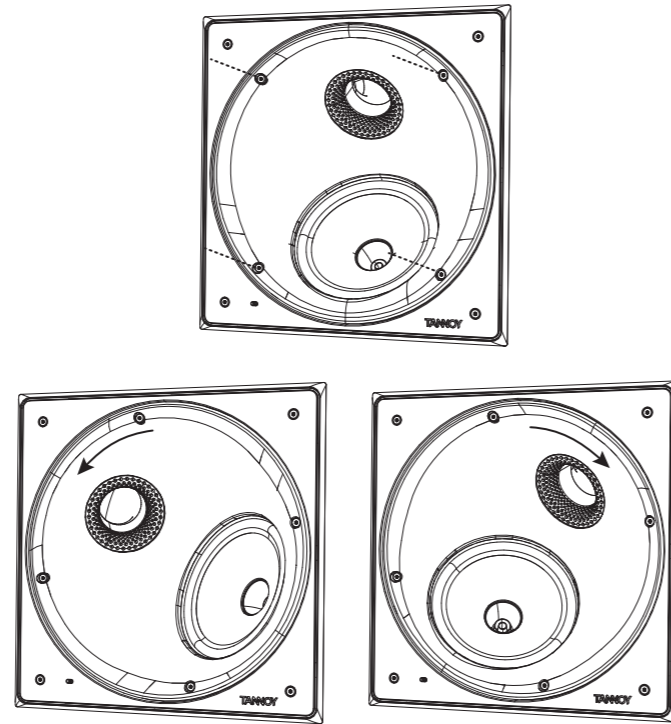

Fig. 9. Rotating the baffle assembly
2. Draai de vier schroeven los zoals afgebeeld, maar net genoeg om ze in de gewenste positie te laten draaien (Fig. 9).